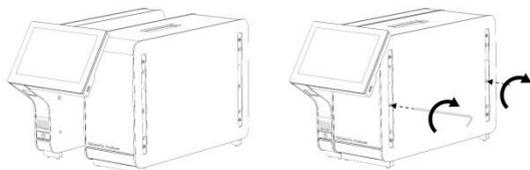

Figura 3. Conectando o Módulo operacional ao Módulo analítico.
3. Remova o Módulo operacional da respectiva caixa e encaixe-o do lado esquerdo do Módulo analítico. Aperte os parafusos com a Ferramenta de montagem do Módulo analítico-operacional fornecida com o QIAstat-Dx Analyzer 1.0 (Figura 3).